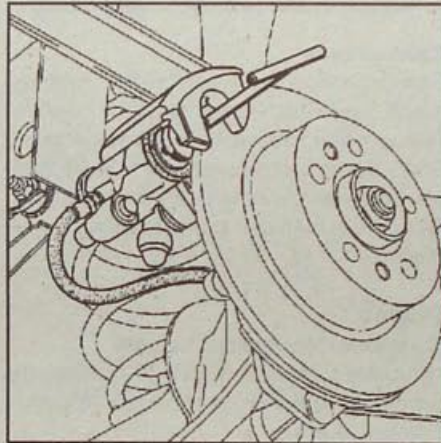

Рис. 12.15. Использование приспособления Fre. 1190 для вворачивания поршня в суппорт
- Вращая поршень приспособлением Fre. 1190, вверните его в суппорт (рис. 12.15). При необходимости для установки приспособления ослабьте затяжку болта крепления верхнего направляющего пальца.